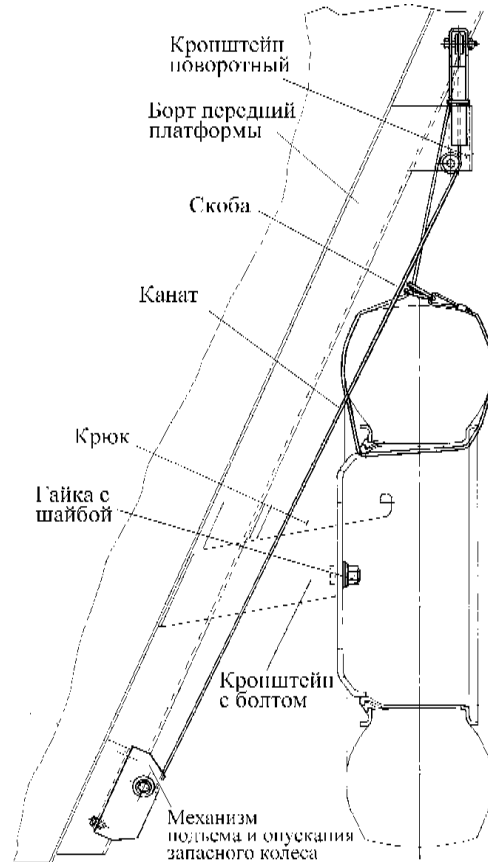

Рис. 219. Установка запасного колеса самосвала
**Колесо запасное** на автомобилях-самосвалах КамАЗ-55111 и КамАЗ-65115 вместе с механизмом подъема закреплены на переднем борту платформы справа (см. рис. 219).